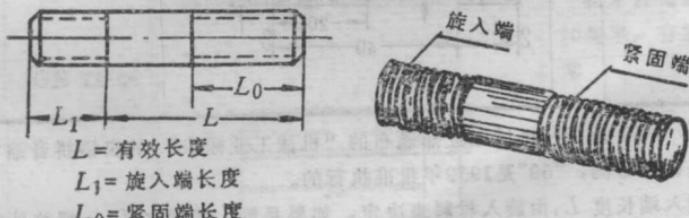

图14 双头螺栓
**2 双头螺栓** 双头螺栓两头都刻有螺纹(图 14), 螺纹较短的一头旋入螺孔内, 叫做旋入端。全长减去旋入端长度便是有效长度。双头螺栓的形式和标注方法如表 3。